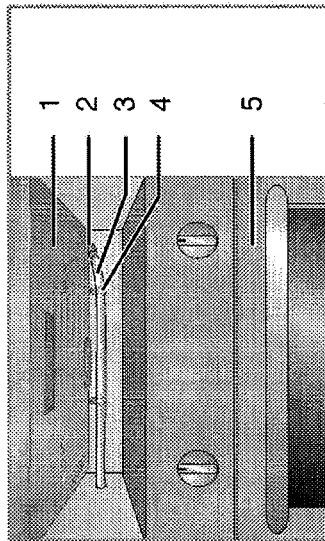

FIGURE 8
- \* Vérifiez le revêtement extérieur et la solidité du tuyau de gaz ou du flexible (Voir figure 8).